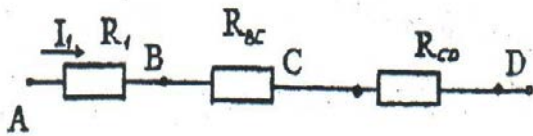

Рисунок 9 - Электрическая схема
Схема принимает вид, приведенный на рис. 9.
3. Переходя от схемы к схеме в обратном порядке, найдем остальные токи. Так как схема, изображенная на рис. 9, представляет последовательное соединение участков АВ, ВС, СД, то на основании первого свойства этого вида соединения следует, что